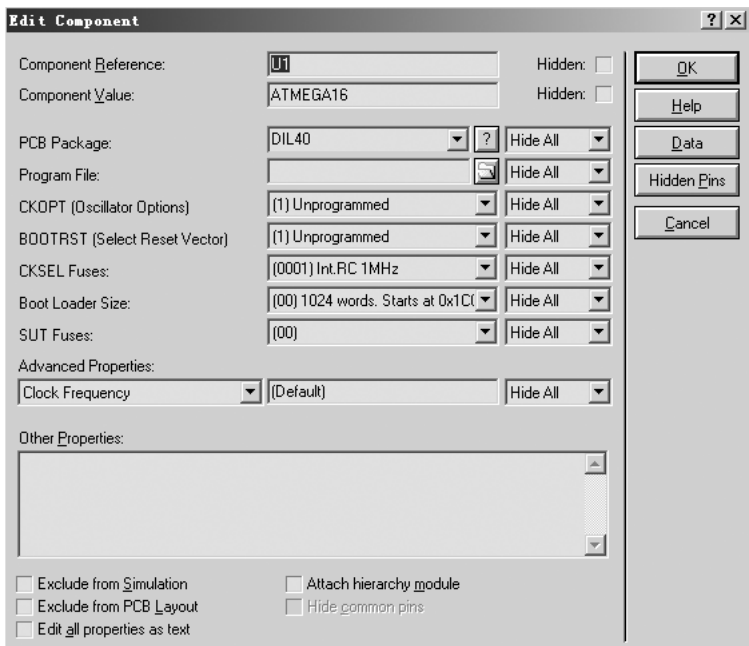

图 4.43 ATmega16 属性设置对话框
在 ATmega16 上双击可以弹出如图 4.43 所示的属性设置对话框，其中涉及的主要参数说明如下。
(3) 双击 Proteus 电路中的 ATmega16，弹出如图 4.43 所示属性设置对话框，在 Program File 中选择上一步中生成的 .cof 文件，并且参考图 4.43 设置好 ATmega16 的其他属性。